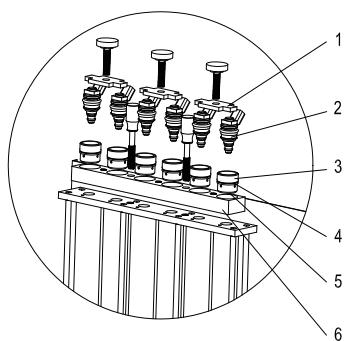

Figura 06
- Elija acopladadores adecuados para inyectores de suministro lateral (3) y juntas tóricas adecuadas, y móntelos juntos. (Recuerde aplicar un poco de grasa lubricante).
- Monte la placa transversal (1) y apriétela con tornillos.
- Monte el distribuidor de combustible y los inyectores en el soporte del distribuidor de combustible y apriételos con dos tornillos rifle (negros). Vea la Figura 06.